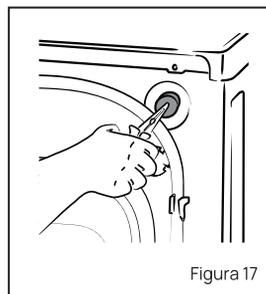

Figura 17
- Saque el filtro con una pinza de punta plana y límpielo. Ver figura 17